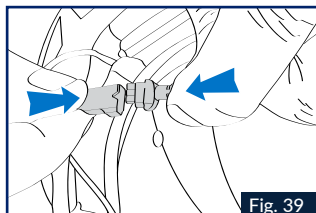

Fig. 39
10. Effectuer le branchement de batterie (connecteur noir 3 branches), et le clavier suivant la Fig. 39